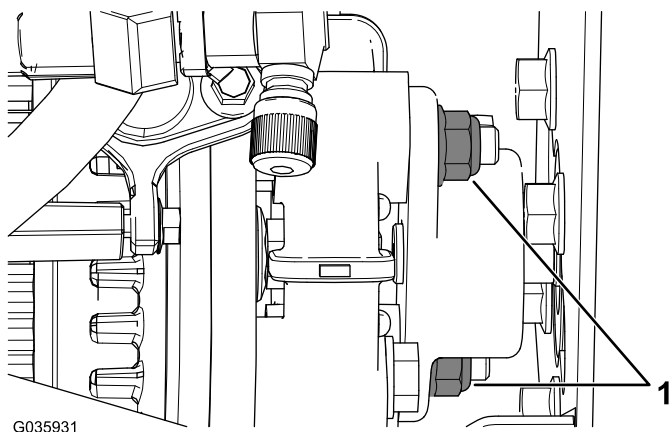

Figure 3
4. Retirez les 2 écrous à embase du moyeu de la pompe hydraulique (Figure 3).